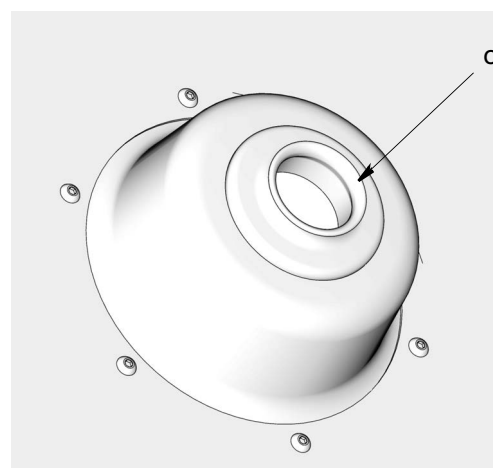

ABB. 7
- Die Nachläuferplatte untersuchen, um sicherzustellen, dass die Gummitülle (c) in der Mitte der Platte sitzt (ABB. 7).